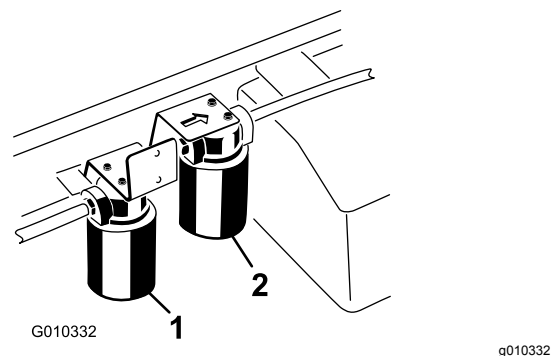

Figure 75
3. Placez un bac de vidange sous le filtre et enlevez le filtre (Figure 75).
1. Nettoyez la zone autour de la surface de montage du filtre grand débit (Figure 75).